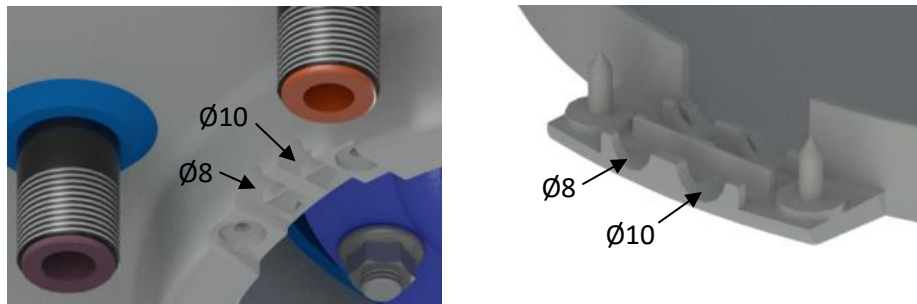
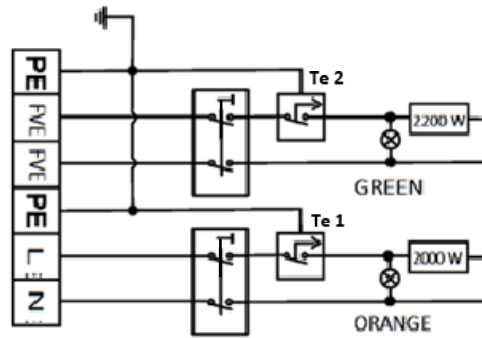
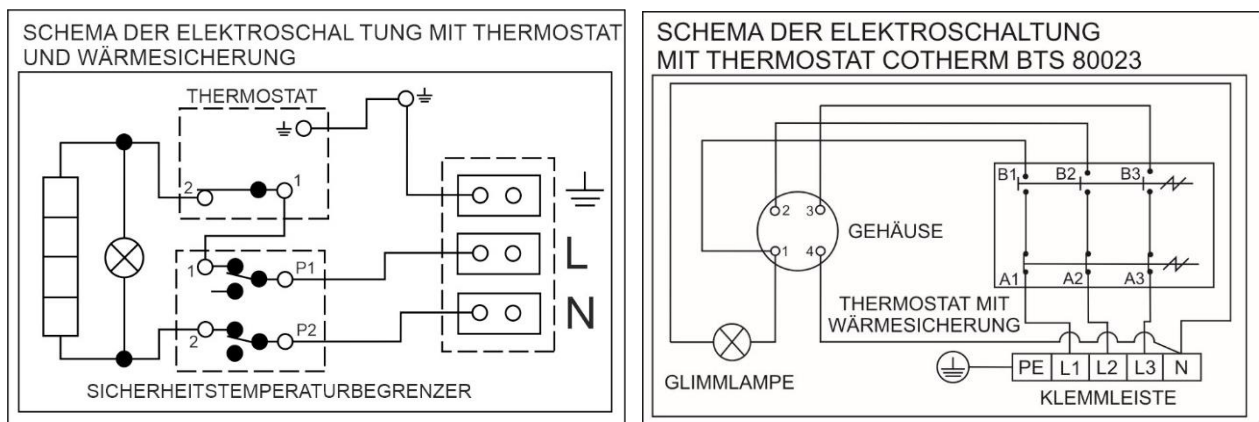

Abbildung 9
Abbildung 10
Abbildung 11
Der Anschluss ist laut Anschlusschema durchzuführen. Der im Werk vorgenommen Anschluss darf nicht geändert werden! (Abbildung 10, Abbildung 11). Die Trennwand in der Abdeckung der Elektroinstallation entfernen, die dem Durchmesser des Zuleitungskabels, also $\phi 8$ oder $\phi 10$ (Abbildung 9) entspricht. Die elektrischen Teile des Warmwasserbereiters haben die Schutzklasse IP 44. Der Leistungsbedarf der elektrischen Körper beträgt 2200 W und 2000 W für das OKF /1m² 2/2 kW. Der Leistungsbedarf der elektrischen Körper beträgt 2000 W und 4000 W für das OKF /1m² 2/4 kW.
- Das Schema des Elektroanschlusses ist dem Warmwasserbereiter am Gehäuse der Elektroinstallation beigelegt. (Abbildung 10, Abbildung 11).